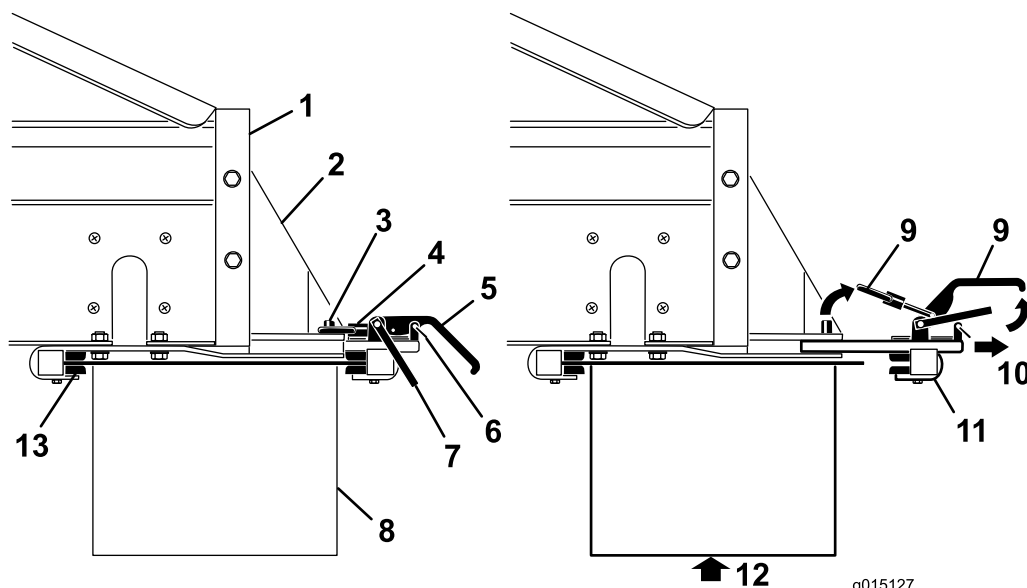

Figura 2
1. Retire los seguros de los cierres de seguridad de las palancas de apriete (Figura 2).
2. Levante el cierre de seguridad, luego levante las palancas de apriete del accesorio y libere los anillos de bloqueo de los pasadores de bloqueo (Figura 2).
3. Deslice la mordaza trasera de acoplamiento del accesorio hacia fuera para liberarla de las ranuras de acoplamiento rápido (Figura 2).
4. Con la ayuda de otra persona, introduzca el borde delantero del doble rotor entre las mordazas delanteras de los soportes, subiéndolo desde debajo de la parte trasera del MH-400 (Figura 2).
en las ranuras de los soportes, y sobre el borde trasero (Figura 2).
7. Vuelva a colocar los seguros de los cierres de seguridad en las palancas (Figura 2).